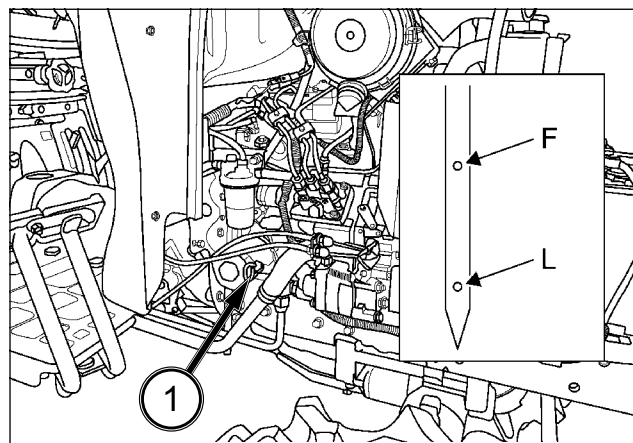

FIG. 90
FIG. 90 : Pour vérifier le niveau d'huile moteur - Garez le tracteur sur un terrain plat. Assurez-vous d'avoir laissé suffisamment refroidir le moteur avant de le vérifier. Sortez la jauge (1) et vérifiez que le niveau d'huile se situe entre les repères supérieur F et inférieur L de la jauge. Essuyez la jauge, replacez-la momentanément dans le moteur et contrôlez à nouveau le niveau d'huile.